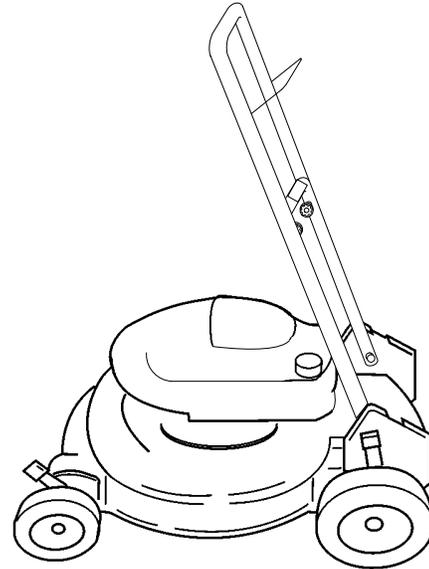

Figure 31
3. Pour le remisage à court terme, mettre le guidon dans la position illustrée à la figure 31.